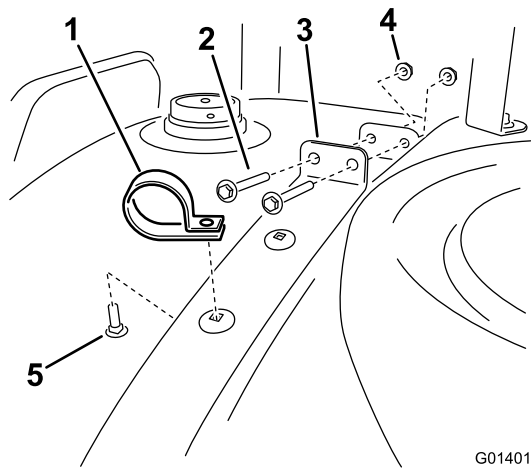

Figura 22
- Levante el fleje del depósito justo lo suficiente para instalar un perno nuevo en el taladro del fleje situado en la mitad de la parte superior del lado izquierdo del depósito, según se muestra en Figura 22.
- Vuelva a colocar el fleje en su posición normal en el depósito. Utilice los pernos retirados anteriormente para apretar el fleje en el depósito (Figura 22). Asegúrese de que el fleje está bien sujeto al depósito. **No apriete demasiado.**